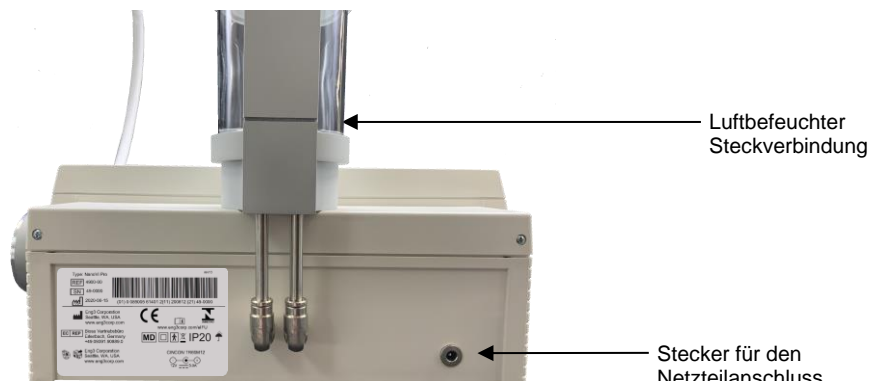

Abb. 1.2: Rückansicht des NanoVi®-Gerätes
7. Schließen Sie das Netzkabel an das Netzteil an. Schließen Sie das Netzteil an das NanoVi®-Gerät an. Beachten Sie Abb. 1.2, um den Netzanschluss auf der Rückseite des Geräts zu finden. Stecken Sie das Netzkabel in eine Steckdose.